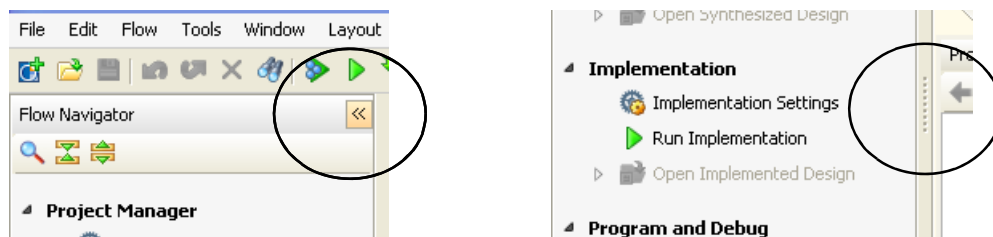

図 4-5 : Flow Navigator の表示 / 非表示
- 図 4-5 に示すように [<<] ボタンかウィンドウ スライダーを使用して、Flow Navigator の表示を調整します。